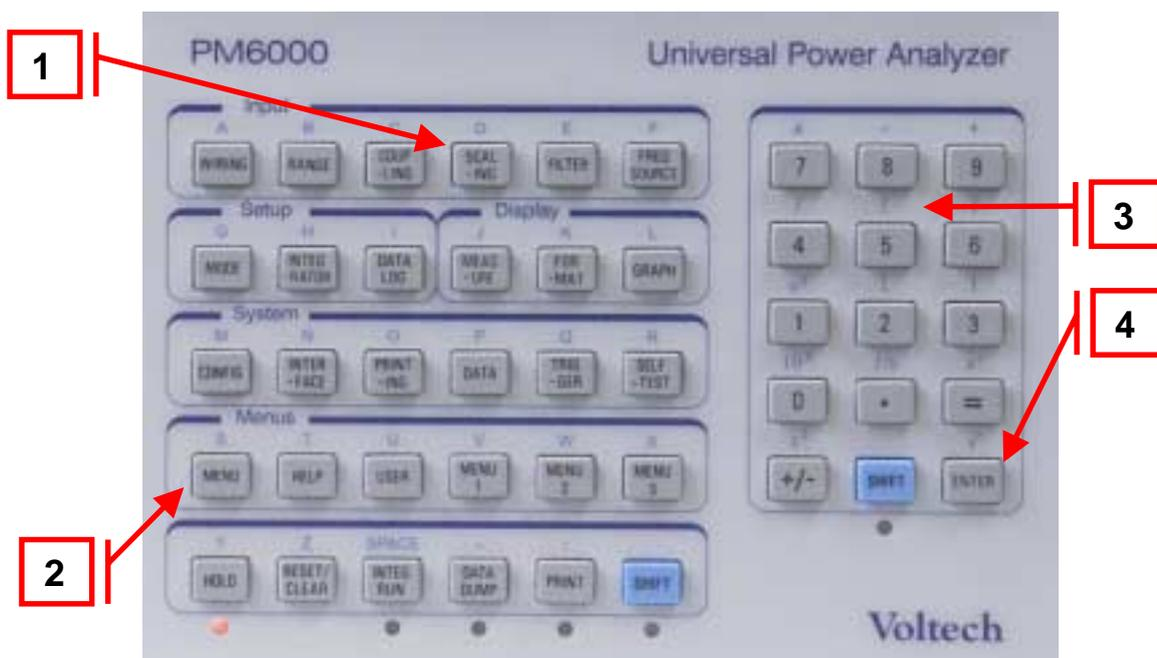

图 3.2 – PM6000 键盘
- a) 按前面板上的“Config”按键 (图 3.2(1)).
- d) 按“Menu”键 (图 3.2(2)) 以返回。
- a) 按“Scaling”键(图 3.2(1)).
- f) 接下来按“Menu”键 (图 3.2(2)) 以返回
- a) 按“Scaling”按键 (图 3.2(1)).
- f) 最后按“Menu”键 (图 3.2(2)) 以返回
- a) 按“Scaling”键 (图 3.2(1)).
如需查看额外的测试，在键盘上按“Measure”键(图 3.2(4))，然后通过旋动按钮或软按键选择需要的测试。